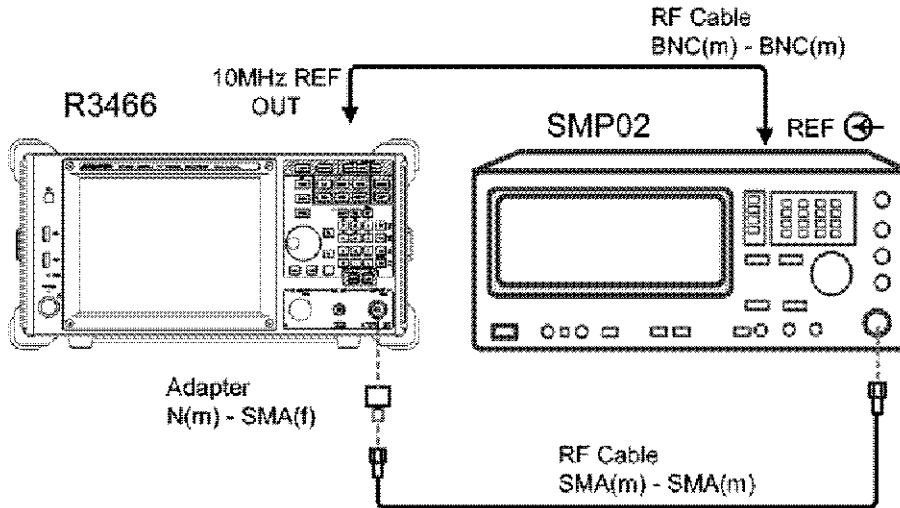

図 2-4 周波数読み取り確度試験
1. 機器を図 2-4 のように接続します。R3466N の場合は、Adapter の後に 50 to 75 Ω 変換器を使用して本器と接続します。